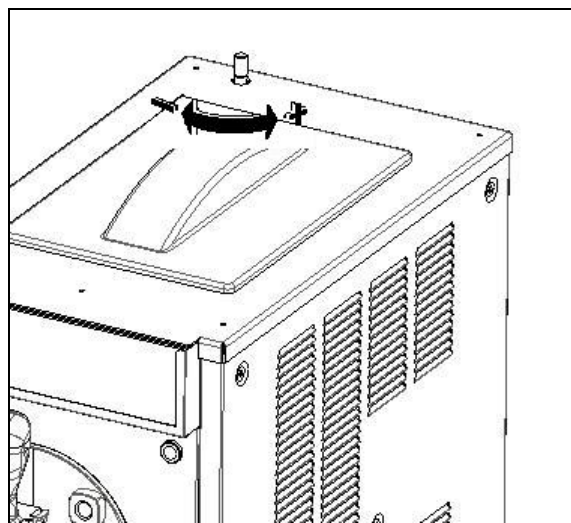

Fig. 9
- Pour régler la consistance du produit, agir sur le pommeau de réglage situé à l'arrière de la partie supérieure de la machine (fig. 9) ; en le tournant dans le sens des aiguilles d'une montre, le produit deviendra moins dense, en le tournant dans le sens inverse des aiguilles d'une montre, le produit deviendra plus dense.